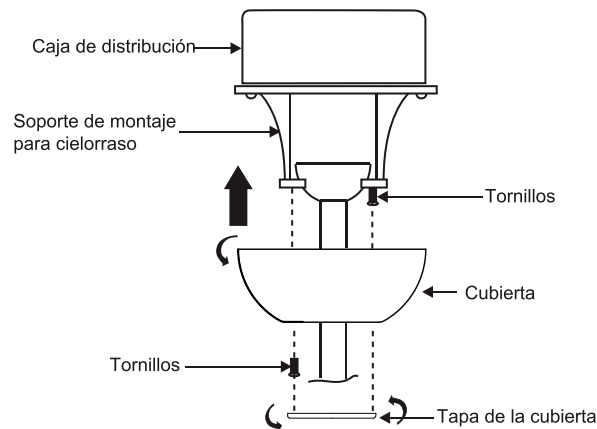

Fig. 13
**NOTA:** Ajuste los tornillos de la cubierta según sea necesario hasta que la cubierta y la tapa de la cubierta estén bien ajustadas. (Fig. 13)